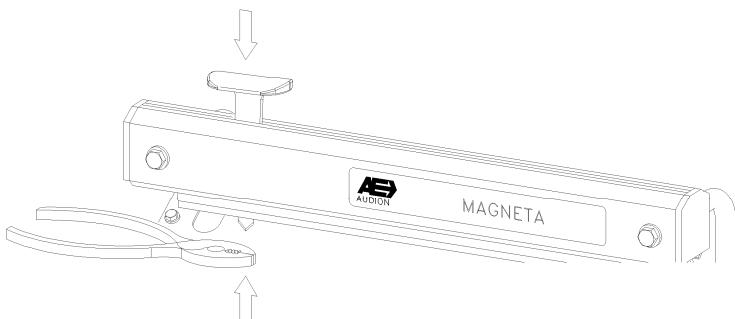

Fig. 3
8. Si le couteau est usé ou abîmé, on peut l'extraire de son support en pressant le bouton et en même temps le tirant à l'aide d'une pince. Agir de façon similaire pour le remplacer (fig. 3.).
8. Når kniven er slidt eller knækket kan denne udskiftes ved at trykke knivholderen ned, hive kniven ud og sætte en ny. Det kan anbefales evt. at benytte en fladtang. (fig 3).
8. Förslitning avskärning - Ett slött knivblad utbytes genom att pressa ned den röda knivhållaren och dra ut knivbladet rakt ned (lämpligen med hjälp av en täng) och trycka in ett nytt emellan den fjädringsbelastade plåten i knivsläden (fig.3.).
8. En slitt kniv skiftes enkelt ved å trykke ned den røde knivholderen, dra ut den gamle kniven og skyv inn en ny. Kniven er meget skarp og det anbefales derfor å holde kniven med en tang (fig.3).